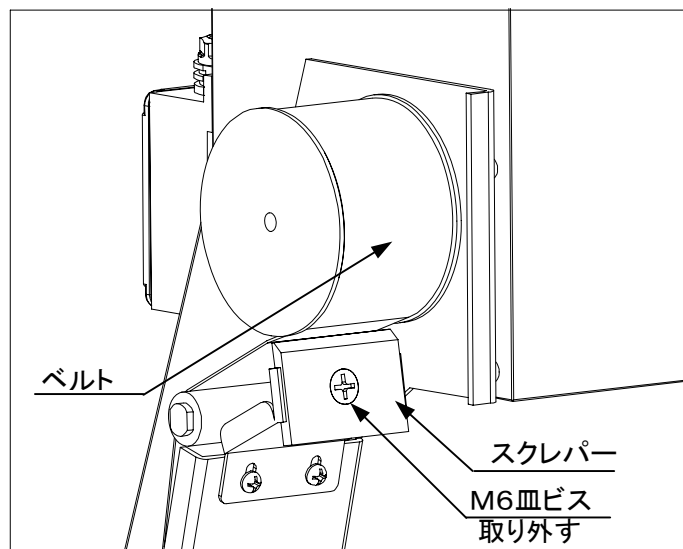

図10
- ③ 図10に示すM6皿ビスを外して、スクレパーを取ります。
- ④ ③で外したM6皿ビスを使用して、新しいスクレパーを取付けます。